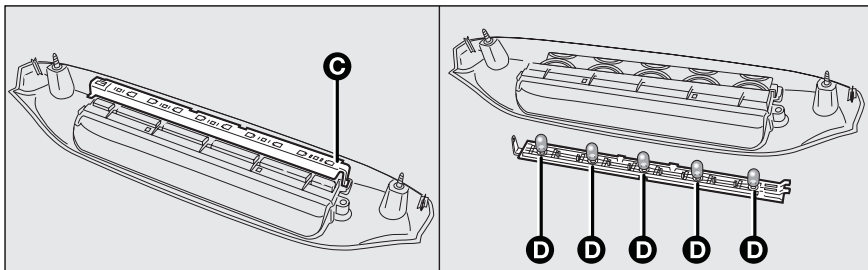

fig. 39
- décrocher le ressort **C**-fig. 39 et séparer le groupe lampes du groupe transparent;